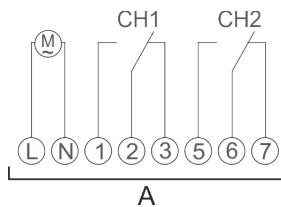

Abb. 5: Schaltbild
3. Kanalerweiterung gemäß Schaltbild (Abb. 5) anschließen.